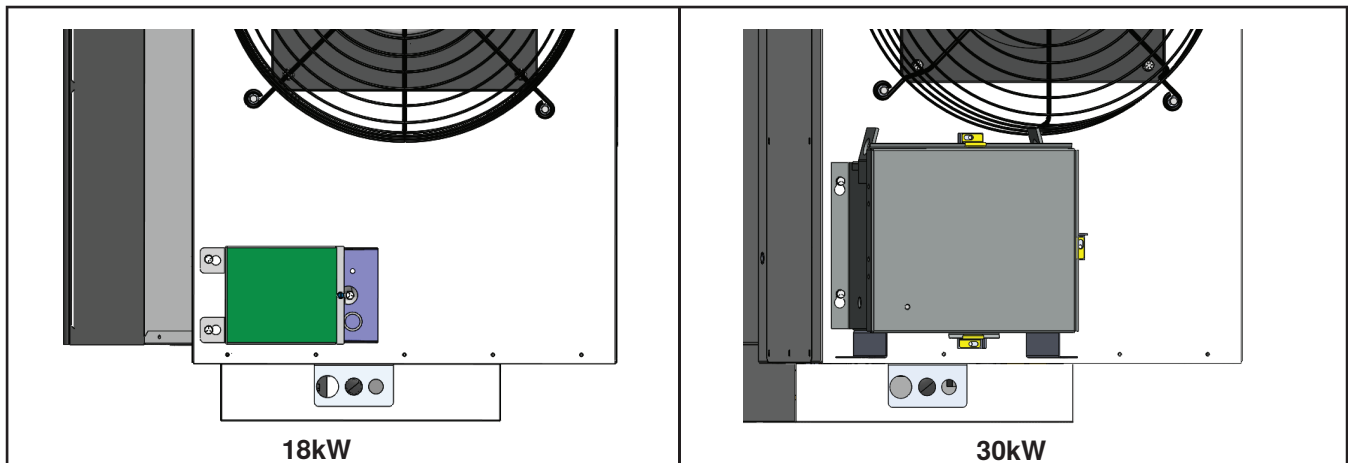

Figure 10. Installation d'un transformateur de 600V
1. Retirez le transformateur de la palette d'expédition et placez-le sur le panneau supérieur de l'armoire du ventilateur tel qu'illustré à la Figure 10.